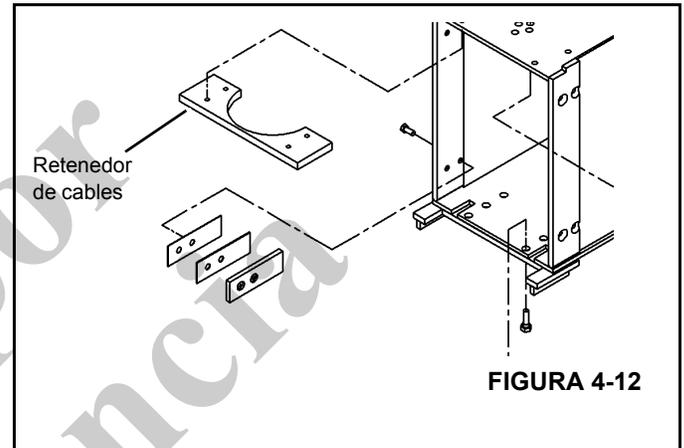

FIGURA 4-12
12. Instale el retenedor del cable en la placa superior de la 2ª sección (Figura 4-12).